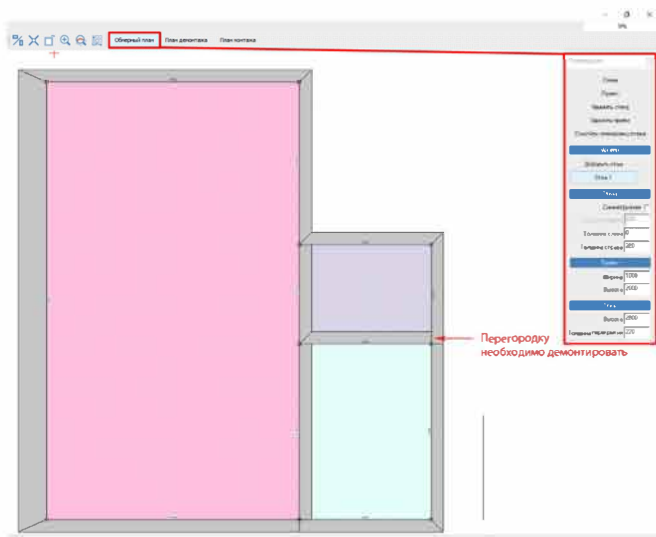

рис. 71
1. Построение обмерного плана (рис. 71);